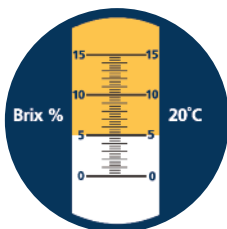

Abbildung 2
Geben Sie wenige Tropfen Wasser (für die Mischung verwendet) zwischen Kunststoffabdeckung (6) und Prisma (7). Halten Sie das Refraktometer waagrecht und richten Sie es auf eine Lichtquelle. Sehen Sie in das Okular (1) und stellen Sie die Kalibrierjustierung (4) ein, bis die Grenzlinie, die den hellen und den dunklen Bereich der Skala trennt, mit der Nulllinie auf der Skala übereinstimmt. Abbildung 2 zeigt eine typische Refraktometer-Skala.
Der Refraktometer-Faktor für Q8 Beethoven XM beträgt 0,9. Ein Wert von 5,0 auf der in Abbildung 2 gezeigten Refraktometerskala ergibt mit dem Refraktometerwert von 0,9 einen Wert von 4,5 % Mischungskonzentration.